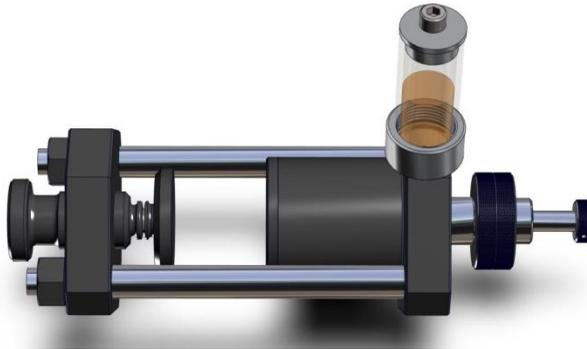

Figura 5.4.2
2. Levante suavemente el vástago del selector sobre el Dispositivo de Deformación en Verde (Figura 5.4.1) y ubique la probeta de arena entre la base y el pie del selector (vea la Figura 5.4.2). Cuidadosamente, baje el vástago del selector hasta que su pie alcance la superficie posterior de la probeta de arena.
3. Rote la faceta del selector alineándola a la marca cero de la báscula con la aguja del selector (Figura 5.4.2).
8. Lea el cambio en el largo de la probeta de arena directamente en la vástula del selector (vea la Figura 5.4.2).